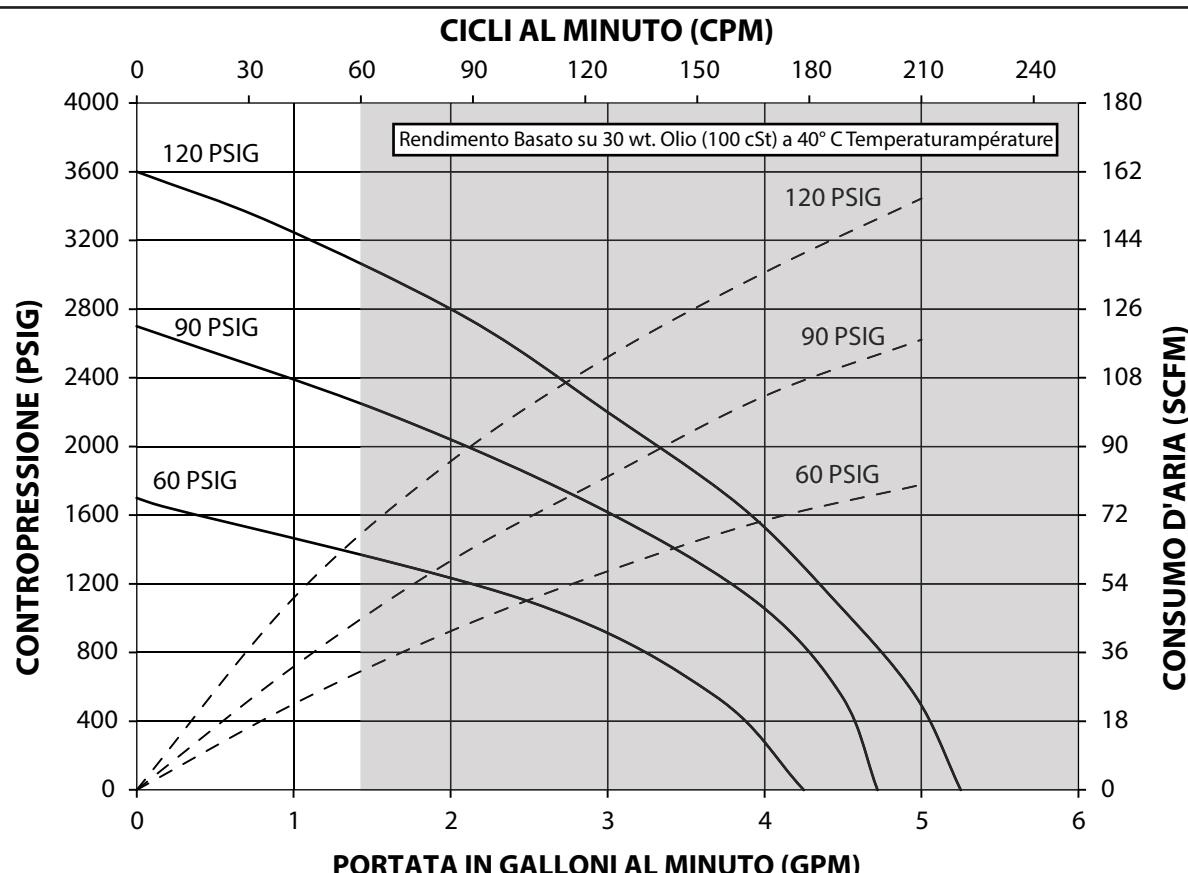

**Figura 2**
4. Utilizzando le pinze dell'E-ring, allontanare l'E-ring facendolo scivolare verso l'alto quanto basta per consentire al manicotto di spostarsi in alto, liberando i due connettori (vedere la Figura 2).